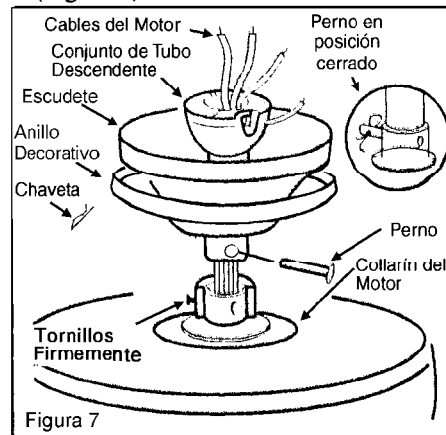

Figura 7
4. Guiar los cables existentes desde la parte superior del motor a través del escudete. Asegure de que el orificio se encuentre en la parte superior. Guíe los cables a través del escudete y luego a través del tubo con la rótula (Figura 7).
7. Apriete de nuevo el juego de tornillos que esta sobre el collar en la parte superior del caparazón del motor (Figura 7).